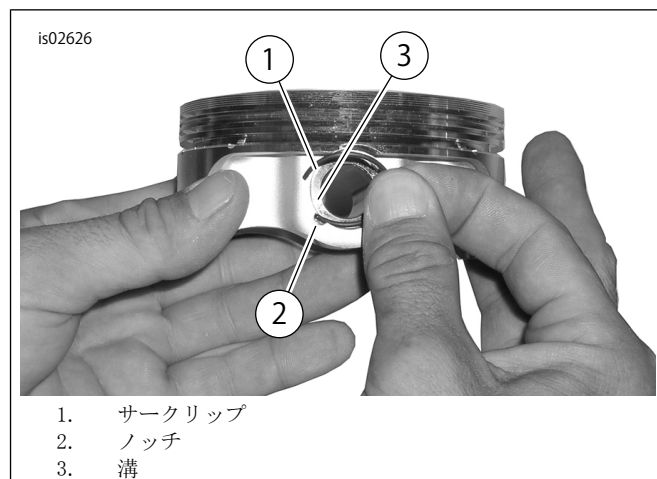

図3。サークリップおよびピストン
- 「図3」を参照してください。サークリップ(1)の開いた方をピストンピン突起周囲の溝(3)のノッチ(2)に挿入し、ギャップが12時または6時の位置にくるようにします。